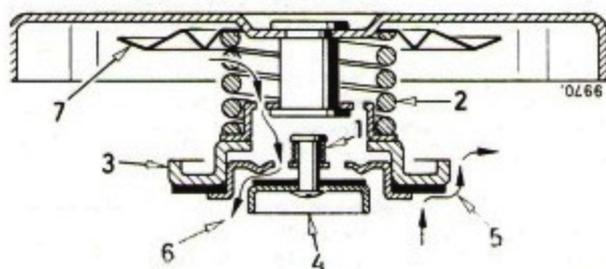

Fig. 67
Si une trop forte pression se crée à l'intérieur du système, la soupape de surpression (3) Fig. 67 s'ouvre et permet ainsi à la vapeur de s'échapper du radiateur (5).